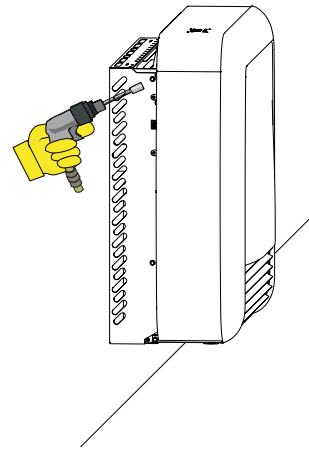

Figure 4
- Placer l'appareil en position sur le capot mural et le fixer à l'aide des quatre vis à tête hexagonale n° 10 x 1/2 po enlevées à l'étape 7. **Voir Figure 4.**